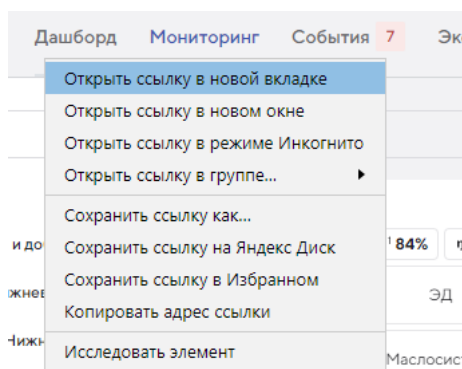

Рисунок 5 — Пункт выпадающего меню браузера «Открыть ссылку в новой вкладке»
- 2-й способ — с помощью пункта «Открыть ссылку в новой вкладке» выпадающего меню браузера (Рисунок 5).